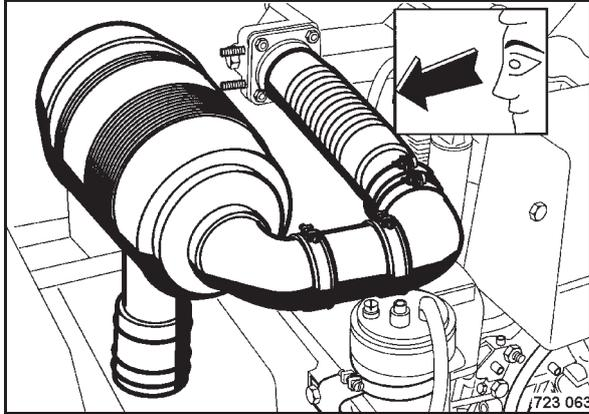

Bild 110
- Befestigung der Spannschellen (Bild 110) prüfen, ggf. nachspannen.